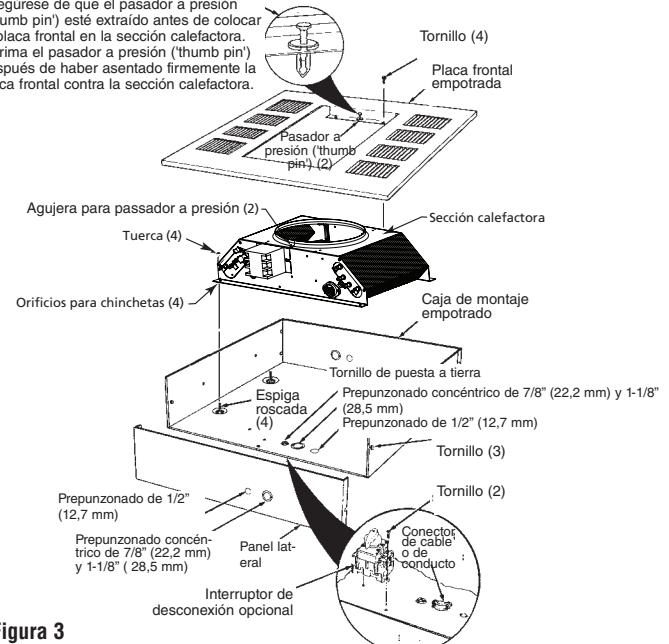

Figura 3
1. Extraiga la caja de montaje empotrado (Figura 3) de la caja que contiene el gabinete de montaje empotrado tipo REA.
2. Quite los tres tornillos y el costado de la caja de montaje empotrado para facilitar el conexiónado (Figura 3).
3. Extraiga uno de los prepunzonados e instale un conector de cable o de conducto (Figura 3).
4. Instale el interruptor de desconexión opcional (si fuera necesario) como se indica en la Figura 3.
8. Posicione la sección calefactora sobre las espigas roscadas de la caja de montaje empotrado (Figura 3).
- Empuje la sección calefactora sobre las espigas roscadas y apriete firmemente las cuatro tuercas (suministradas) en las espigas roscadas, a fin de asegurar la sección calefactora a la caja de montaje empotrado (Figura 3).
- Extraiga la placa frontal empotrada (Figura 3) de la caja que contiene el gabinete de montaje empotrado tipo REA.
NOTA: asegúrese de que el pasador a presión ('thumb pin') de cada extremo de la abertura de la rejilla de descarga esté extraído, para permitir que el cuerpo de estos pasadores encaje en los agujeros de la sección calefactora (Figura 3).
- Instale y apriete firmemente los cuatro tornillos (suministrados) para asegurar la placa frontal empotrada a la sección calefactora (Figura 3).